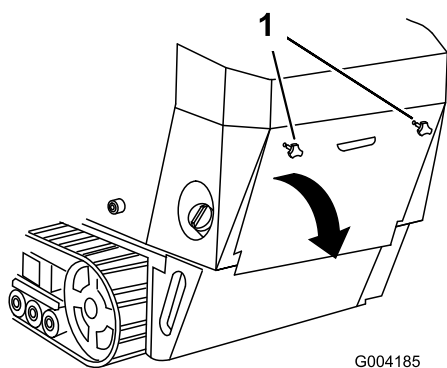

Figura 23
1. Svitare le due manopole che fissano il portello di accesso posteriore alla macchina (Figura 23).
2. Inclinare il portello di accesso posteriore verso il basso e rimuoverlo per accedere ai componenti interni (Figura 23).